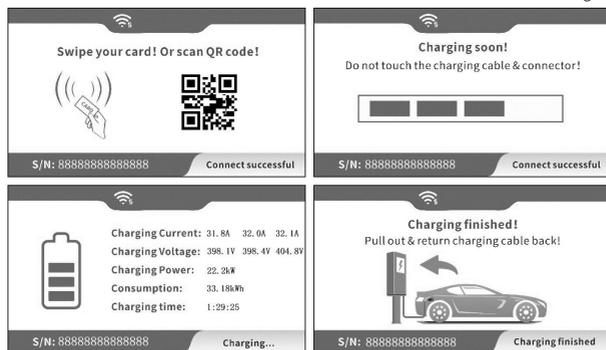

Fig. 7
- Ouvrez le couvercle arrière de la borne de charge à l'aide des vis pour accéder au module LTE (illustré à la Fig. 7).
Comme le montre la fig. 7, l'écran LCD affiche 4 types d'images pendant le processus de charge normal